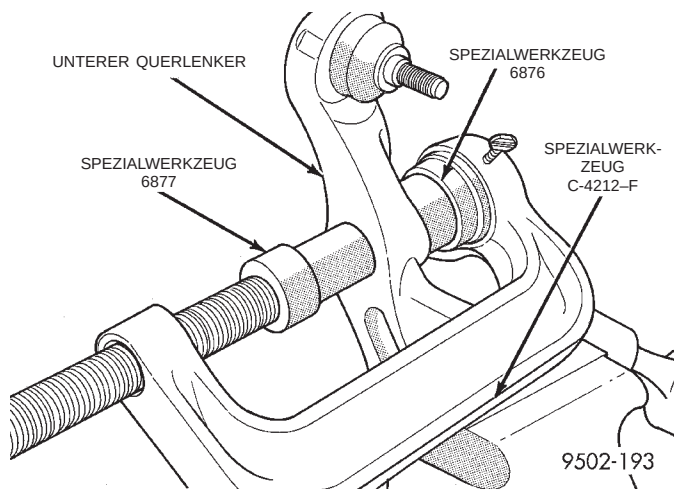

Abb. 104 Gummilager der Haltelasche aus dem unteren Querlenker ausbauen
(1) Unteren Querlenker aus dem Fahrzeug ausbauen. Dazu die entsprechende Anleitung in diesem Kapitel befolgen.
(2) Ausbauwerkzeug 6877 und Aufnehmer 6876 am Spezialwerkzeug C-4212-F montieren.
(3) Unteren Querlenker an den derart zusammengebauten Spezialwerkzeugen montieren. Werkzeug 6876 muß dabei rechtwinklig auf dem unteren Querlenker sitzen, und Werkzeug 6877 muß korrekt am Gummilager der Haltelasche anliegen (Abb. 104).
(4) Die Schraube des Aus-/Einbauwerkzeugs C-4212-F anziehen, bis das Gummilager aus seinem Sitz gepreßt wird.